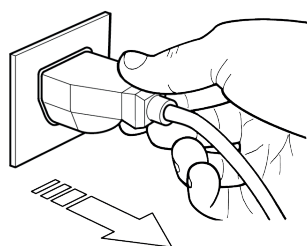
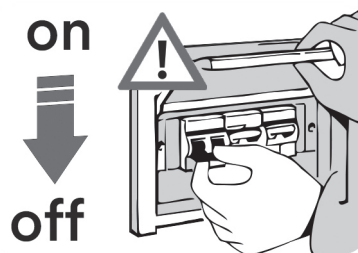

fig. 3
fig. 4
basetta elettrica). Il sezionamento può avvenire tramite presa a spina (fig.3), ma si consiglia vivamente all'installatore di posizionare sul collegamento elettrico, a monte dell'apparecchiatura, un interruttore onnipolare (fig.4) che garantisca la disconnessione totale della vetrina dalla rete di alimentazione.
**La pressione del tasto OFF sulla centralina elettronica arresta il funzionamento della vetrina ma non provoca il sezionamento dell'energia elettrica. Si obbliga quindi, in caso di intervento di manutenzione, di disconnettere completamente la vetrina dalla rete elettrica staccando la spina di alimentazione (fig.3) o agendo sull'interruttore generale installato a monte della vetrina (fig.4).**
**In caso di incendio provvedere sempre a disinserire immediatamente l'interruttore generale della linea principale di alimentazione (fig.4).**